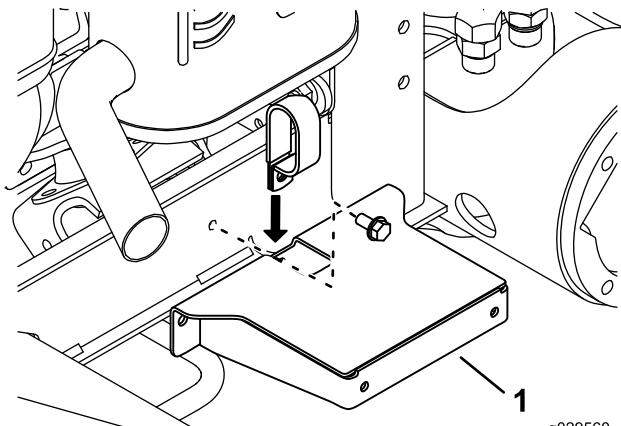

図 33
- ホースクランプの底部をフェンダのマウントの上部についているスロットに通す図33。
11. ホースクランプとフェンダのマウントをフレームのチャネル材に仮止めするホースクランプ、ボルト、ナットを使用図 33を参照。